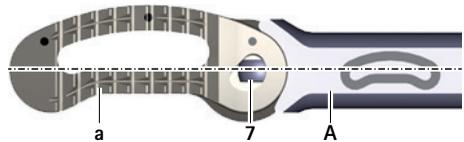

Fig. 8 Implant en position 0°
- ▶ Maintenir l'implant d'essai D en position 0° sur l'instrument d'insertion A, voir Fig. 8.
- ▶ Maintenir l'implant en position 0°, voir Fig. 8.